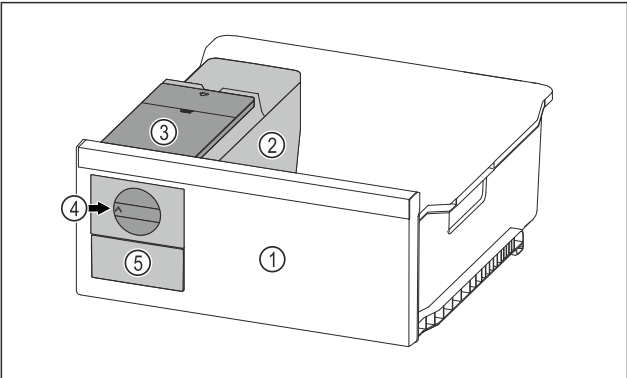

Fig. 70 Representación a modo de ejemplo
- ▶ Girar el botón giratorio *Fig. 70 (4)* en el sentido de las agujas del reloj hasta el tope.
- ▶ Los cubitos de hielo caen de la cubitera al compartimento de cubitos de hielo *Fig. 70 (5)*.